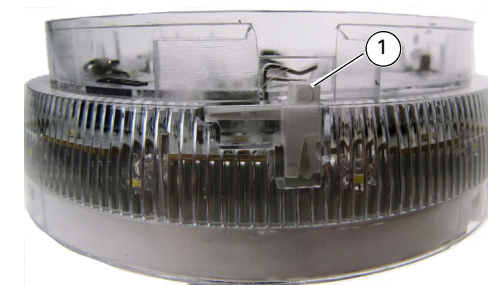

Fig. 5: Montaggio del dispositivo di blocco
- 5 Inserire il dispositivo di blocco (in dotazione) sulla base e premerlo fino allo scatto in sede (vedere Fig. 5).
- 6 Inserire il dispositivo di blocco (in dotazione) sulla base e premerlo fino allo scatto in sede (vedere Fig. 5).